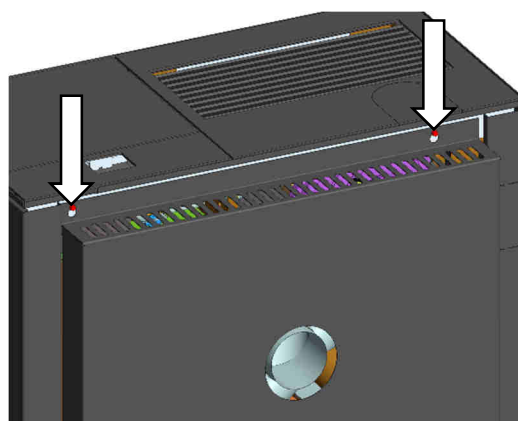
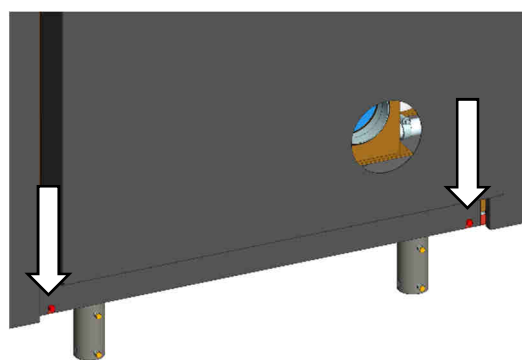

Fig. 22 : démontage de la paroi arrière du haut
Fig. 23 : démontage de la paroi arrière du bas
1. Dévisser les deux vis respectivement de la face supérieure (Fig. 22) et de la face inférieure (Fig. 23) de la paroi arrière, ne pas les enlever complètement.